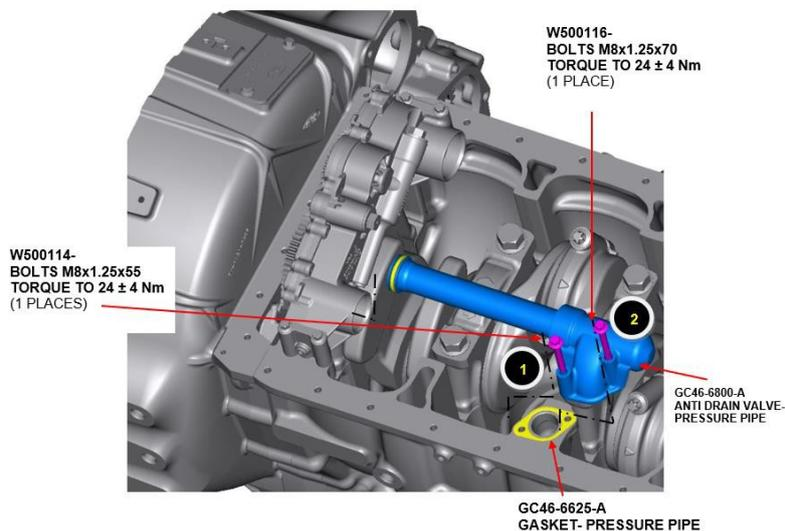
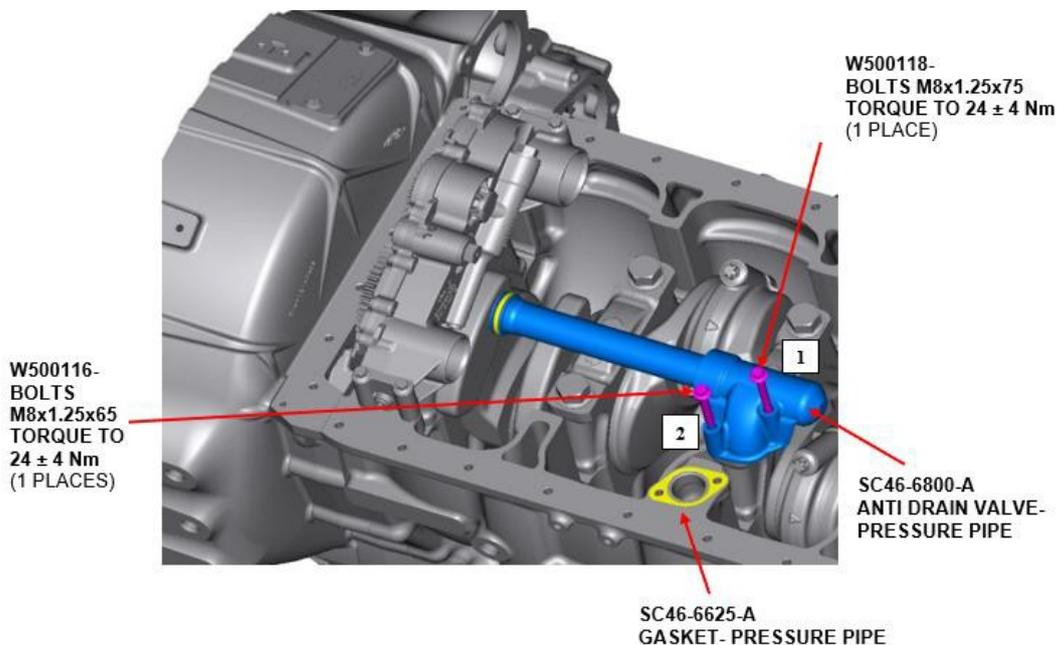

Figure 1 : ancienne procédure d'assemblage
Figure 2 : Nouvelle procédure d'assemblage
- 5- Veuillez faire attention aux boulons, à leur emplacement et au numéro de bloc (Tableau 1, Figure 1, Figure 2).